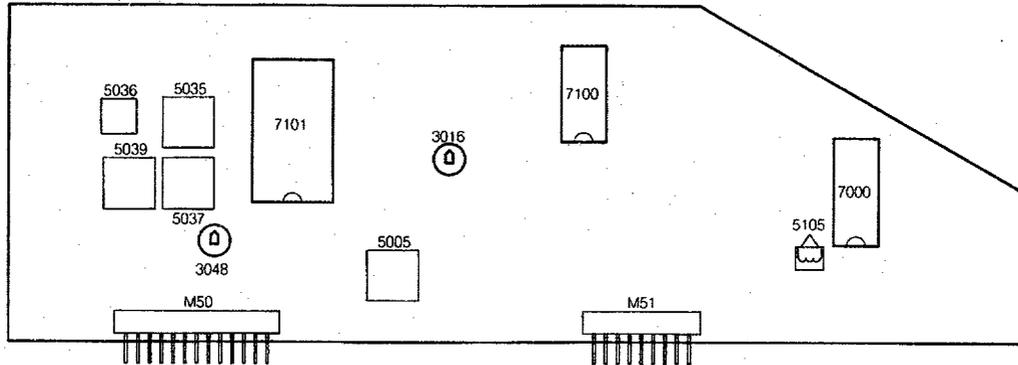

Fig. 7.3
2. Regolazione su MF/modulo audio (Fig. 7.3)